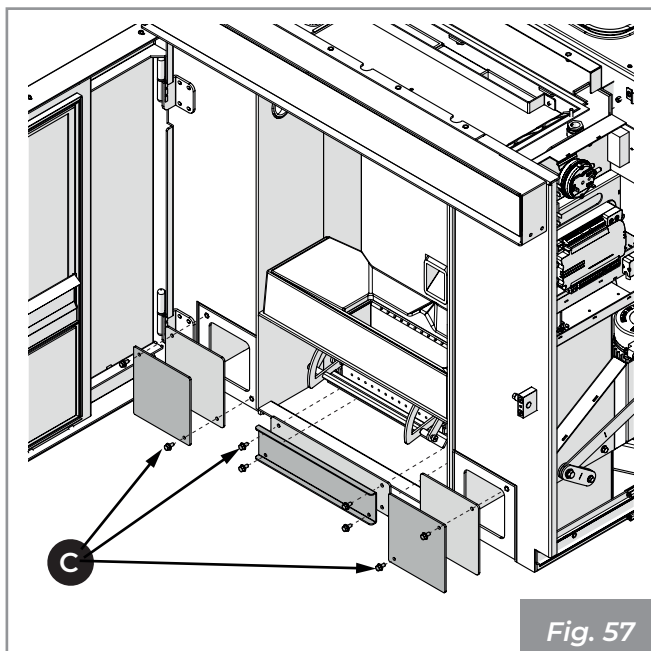

Fig. 57
- Retirer les vis **(C)**, enlever les couvercles pour accéder aux collecteurs (Fig. 57)